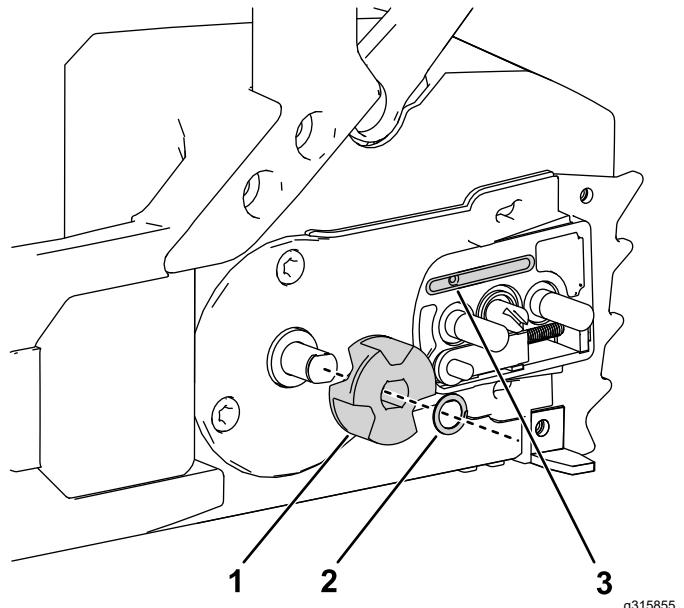

Figura 32
5. Retire el clip y el piñón de arrastre de la motosierra (Figura 32).
9. Compruebe que la salida de aceite (Figura 32) está libre de residuos; límpie la zona si es necesario.